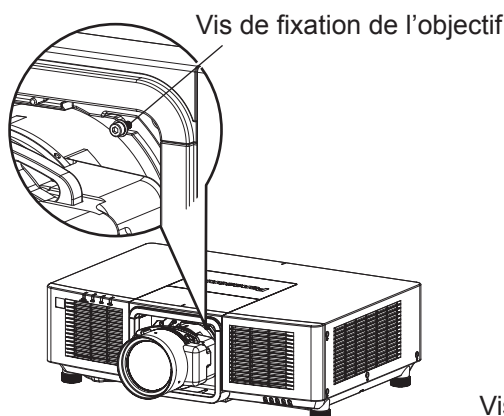

Fig. 1
- 1) **Retirez l'éponge antipoussière. (Fig. 1)**
**1) Retirez la vis de fixation de l'objectif. (Fig. 1)**
- Pour une lentille de projection autre que la lentille zoom (n° de modèle : ET-EMU100), retirez la vis à droite de la lentille de projection à l'aide d'un tournevis hexagonal à pointe sphérique. (Fig. 1)